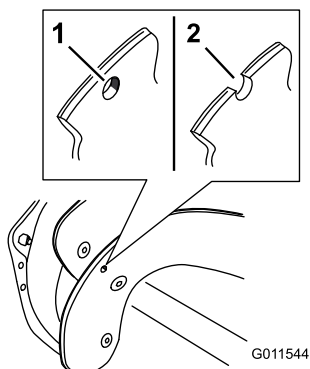

**Figure 29**
3. Placez un bac de vidange sous le bouchon de vidange et retirez le bouchon; basculez la machine en arrière et vidangez l'huile usagée dans le bac de vidange (Figure 29).